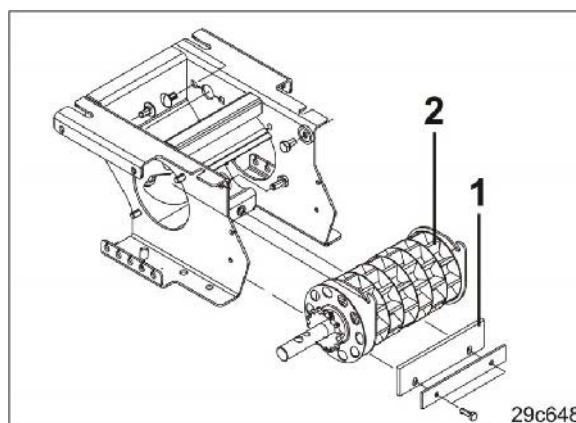

Рис. 158
- Неисправный или неправильно настроенный язычок дозатора (Рис. 158/1) приводит к ошибкам дозирования.
Язычок дозатора установите так, чтобы он слегка прилагал к дозирующему валу (Рис. 158/2).